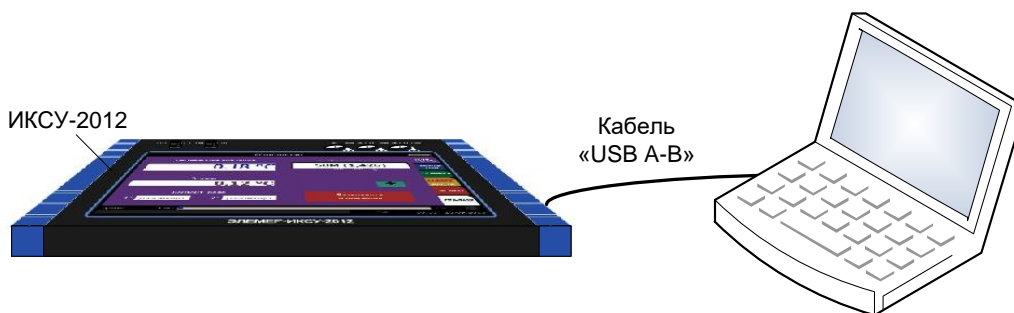

Рисунок 2.88 – Подключение ИКСУ-2012 к компьютеру
- подключить ИКСУ-2012 к ПК с помощью кабеля «USB A-B» (см. рисунок 2.88);